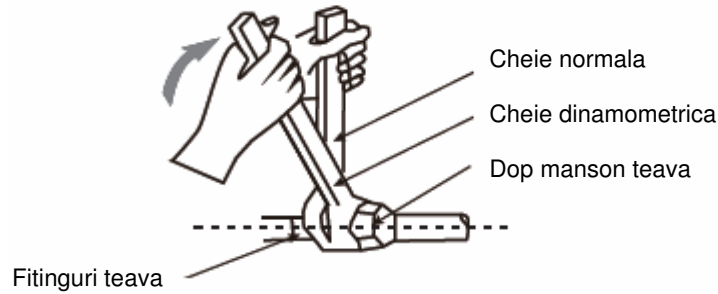

Figura 4.1
- Utilizati doua chei atunci cand instalati sau demontati teava, o cheie obisnuita si o cheie dinamometrica. A se vedea Figura 4.1.